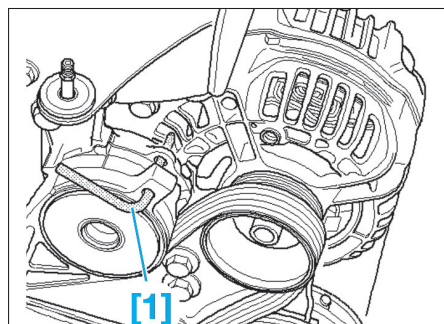

Fig. 2
- [1]. Outil [1] Goupille de blocage réf VW T10060A (Fig.2).
• A l'aide de l'outil [1], bloquer le tendeur de courroie (Fig.2).